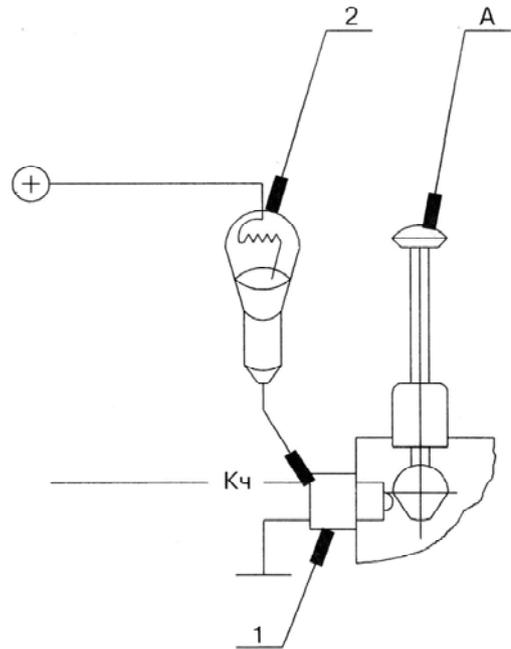

Рис. 7. Проверка работы выключателя блокировки стартера. 1- Выключатель блокировки; 2- Контрольная лампа; 2- «А»– нейтральное положение рычага КП.
б) Проверьте работу выключателя блокировки стартера «SA11» при включенном редукторе КП (рис. 7)
- включите контрольную лампу одним проводом к клемме выключателя с проводом Кч, а второй протяните к Кл. "+" штатного АКБ (рис. 7);